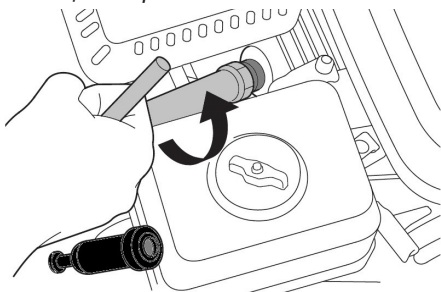

Рис. 34 Обслуживание свечи зажигания
1. Снимите со свечи зажигания колпачок высоковольтного провода и удалите грязь вокруг свечи зажигания (Рис. 34).
4. Измерьте зазор между электродами свечи зажигания специальным щупом. Зазор должен быть $0,7-0,8$ мм (Рис. 34). При увеличении, или уменьшении требуемого зазора, рекомендуется заменить свечу, так как регулировка зазора может привести к изменению качества искрообразования.